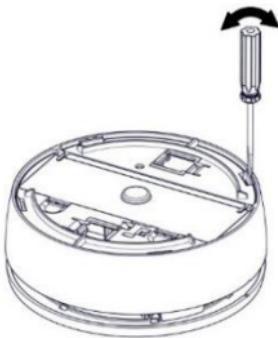

Figure 14
3. À l'aide d'un tournevis, appuyez sur les quatre loquets et retirez le boîtier du détecteur (*voir Figure 14*).